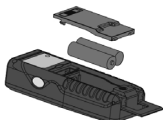

Fig. 14 : Remplacement de la batterie interne
1. Déplacer à droite le blocage du couvercle du compartiment des piles et le retirer (voir Fig. 14).